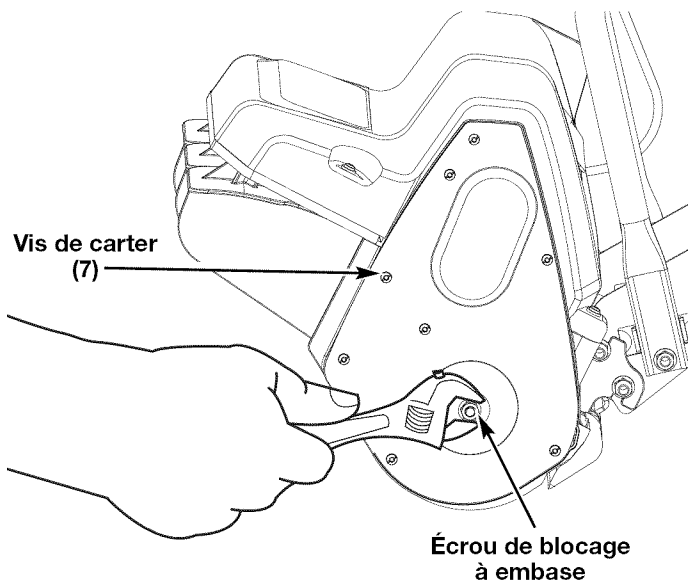

Fig. 10
1. Enlevez l'écrou de blocage à embase du carter de courroie à l'aide d'une clé ou d'un tourne-écrou (Fig. 10).
2. Retirez les sept (7) vis, qui retiennent le couvercle du boîtier de la courroie, à l'aide d'un tournevis à lame plate ou d'une mèche no. T20 Torx (Fig. 10).